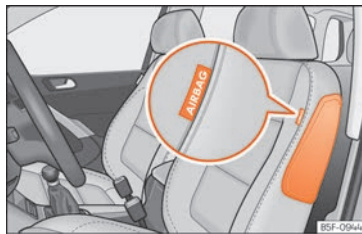
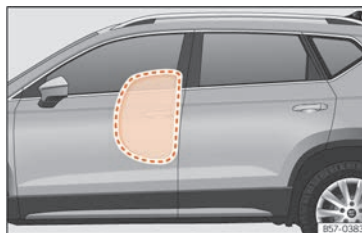

Fig. 28 Airbag lateral en el asiento del conductor.
Fig. 29 Airbag lateral completamente inflado en el lado izquierdo del vehículo.
>>> fig. 28 , >>> fig. 29.
- Asegúrese de que los niños viajen sentados correctamente en sus asientos y no sitúen la cabeza en la zona de despliegue de los airbags laterales »» fig. 29, ya que, en caso de dispararse los airbags, estos podrían golpearlos y provocarles lesiones graves.